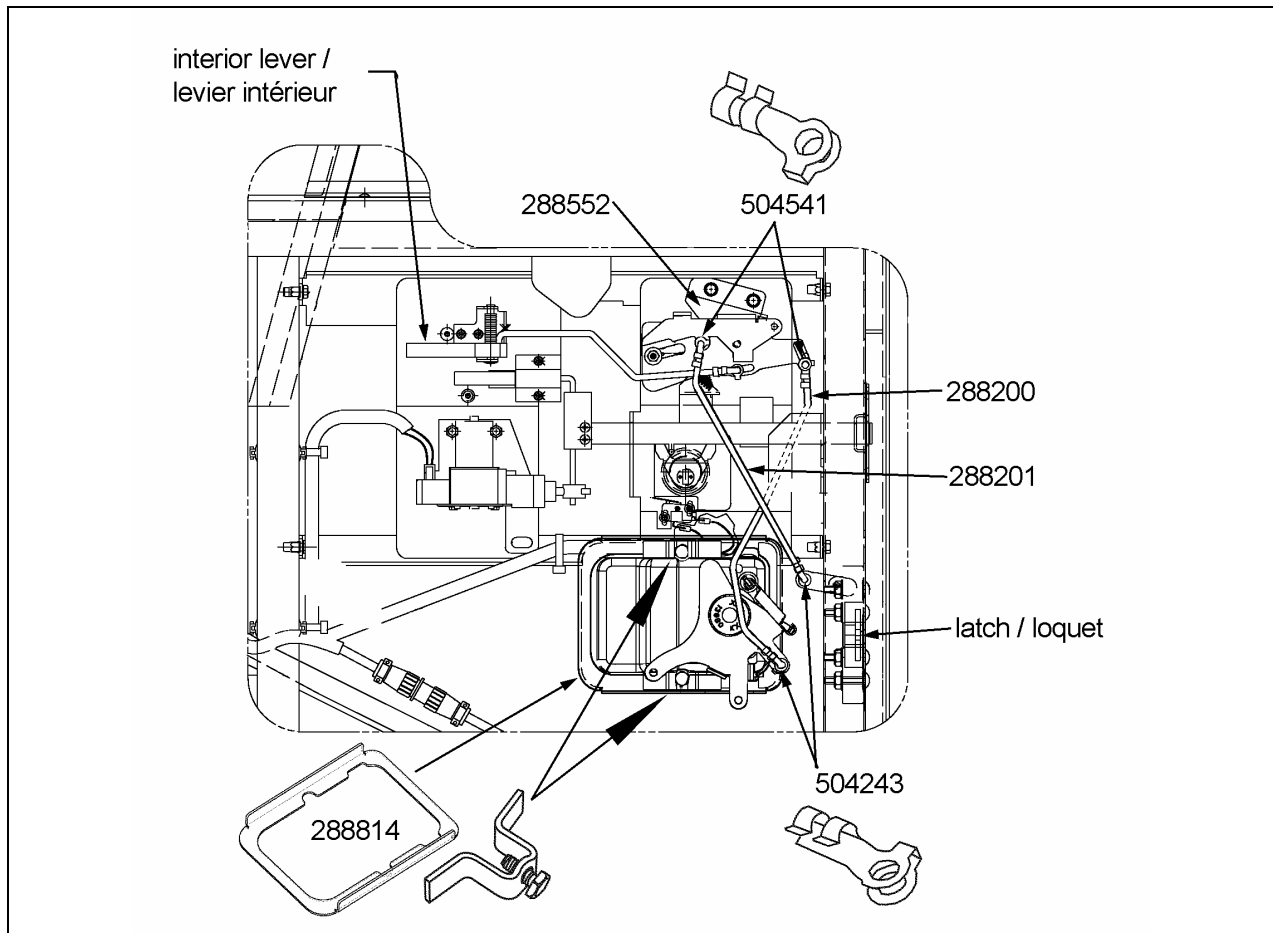

FIGURE 3: NOUVELLE INSTALLATION, RÉF. ÉTAPES 7 À 10
7. Installer la nouvelle poignée. Fixer en place en plaçant la plaque de maintien #288814 du côté intérieur ainsi que les pièces de fixation montrées à la figure 3.
9. Rattacher la tige du levier intérieur au déclencheur à l'endroit approprié (figure 3).
10. Installer les tiges #288200 et #288201 tel que montré à la figure 3. Utiliser les attaches #504541 et #504243 en prenant soin de ne pas les intervertir.
- 1- Lorsque le loquet (figure 3) est déclenché (porte en position ouverte) et que le levier intérieur d'ouverture de porte est actionné à fond de course, ajuster la longueur de la tige du levier de façon à ce qu'il n'y ait aucune tension sur la tige #288201 (ajuster la longueur de la tige en variant les angles de pliage).